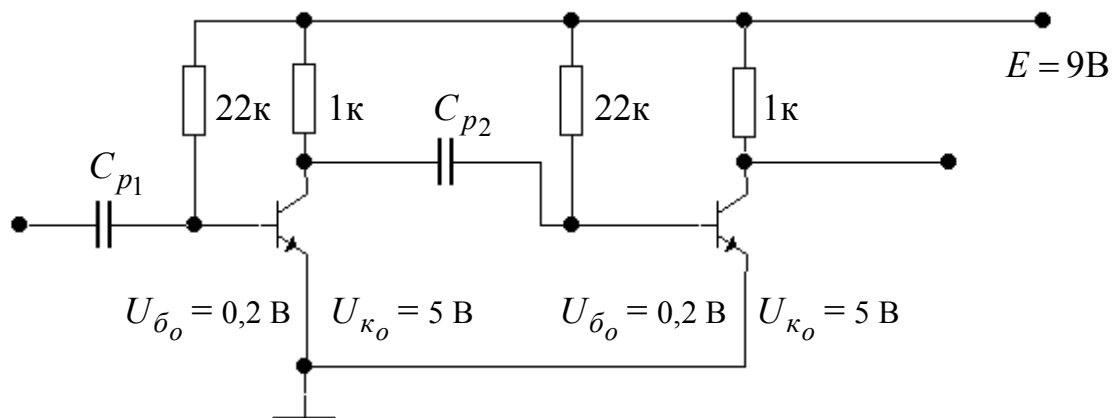
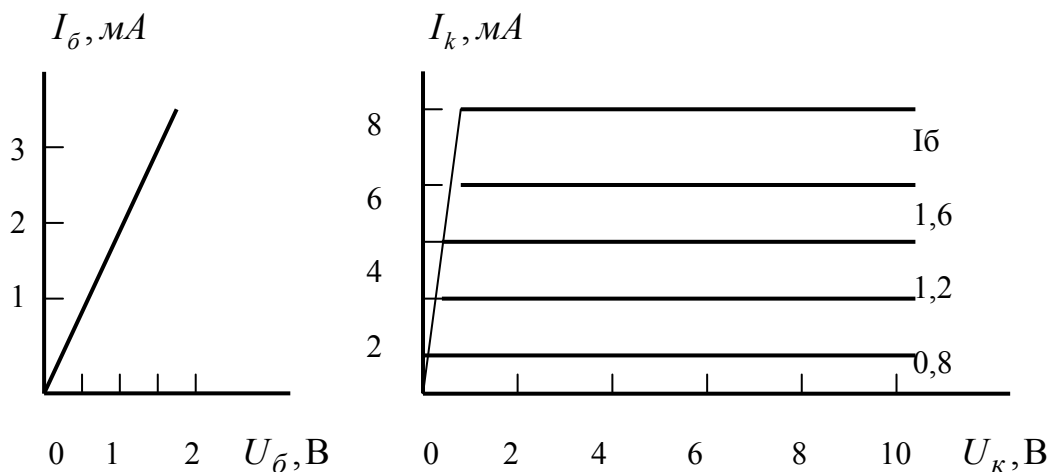

Рисунок 2.5
Рисунок 2.6
11. Как изменится режим работы транзисторов в схеме на рис. 2.5 при пробое разделительной емкости C_{p2} ? Характеристики транзисторов одинаковы и показаны на рис. 2.6. Как изменится результат, если идеализированную входную характеристику (линейную) заменить квадратичной?